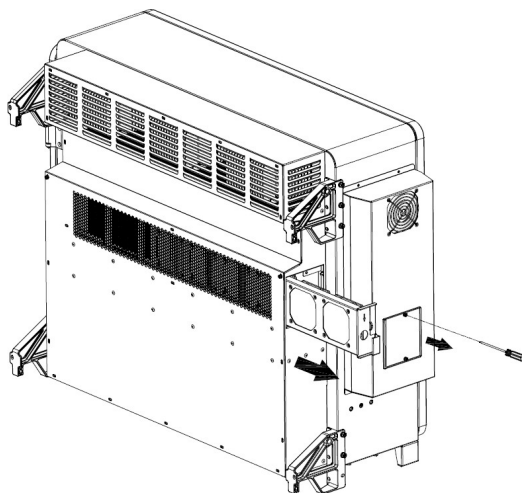

Figura 7-1 Retire la bandeja del ventilador y el ventilador
1. Utilice un destornillador Phillips n.º 2 para retirar los tornillos que fijan la bandeja del ventilador, tal y como se muestra en la Figura 7-1.